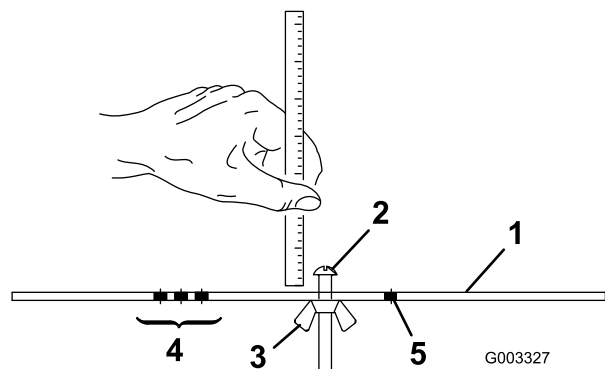

図 23
2. ゲージバー 図 23 のナットをゆるめ、調整ねじを希望の刈り高に合わせる